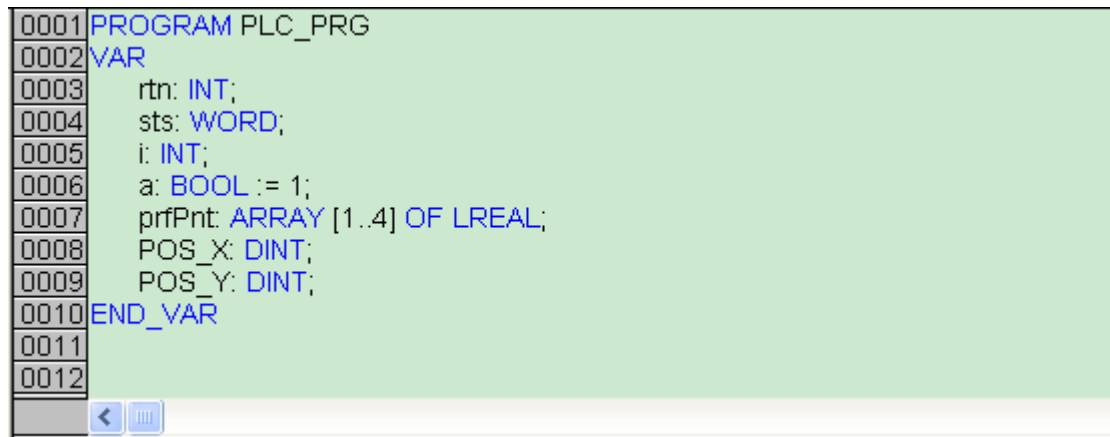

图 3-8
1) 函数声明：如图3-8，PLC_PRG的变量声明在上方对话框中定义